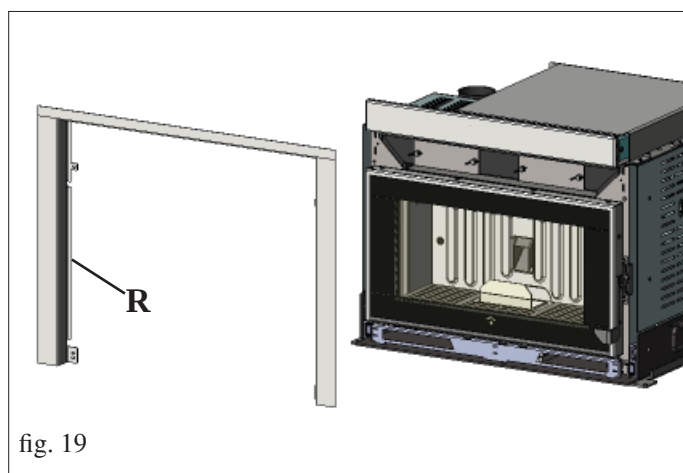

fig. 19
- Montar el marco de contorno de boca (**R** - fig. 19 - 20), en dotación con el cajón de carga de pellet, en el lugar del que se ha desmontado anteriormente.